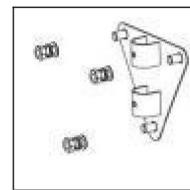
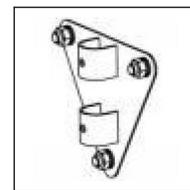

Abb. 3.
Abb.4.
- 3). Montieren Sie das Wandpaneel (2) an der Wand und ziehen Sie die Mutter (3) fest. Sie können Sie müssen einen kleinen Schraubenschlüssel verwenden. Siehe (Abb.3.) (Abb.4.)